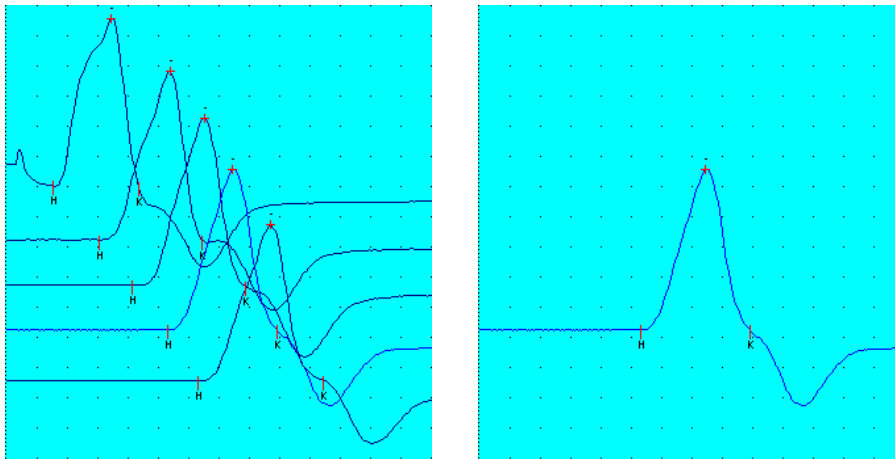

Рис. 3.25
13. Если на экран одновременно выведено несколько кривых, перекрывающих друг друга (Рис. 3.25 слева), то удобно воспользоваться режимом просмотра одной кривой (Рис. 3.25 справа), для чего необходимо выполнить на ней двойной щелчок мышью. В окне быстрого анализа при этом будут отображаться только параметры данной кривой. К аналогичному результату приводит вызов диалогового окна *Список кривых* и сброс флажков *Видим.* у всех кривых, кроме одной (см. п. 12). Для возврата в режим просмотра всех кривых необходимо повторно выполнить двойной щелчок мышью.